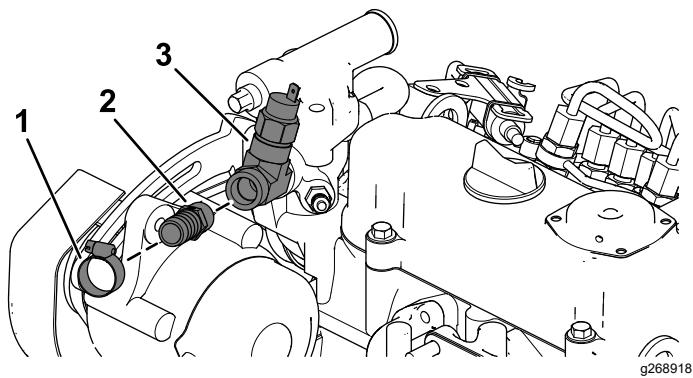

Figure 16
- D. Montez le flexible ($\frac{5}{8}$ ") et le raccord adaptateur ($\frac{5}{8}$ ") à l'aide de colliers (Figure 16).